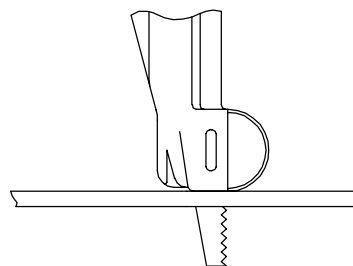

Figura 3
4. Quando cortar metal por uma das extremidades, segure a Serra como mostrado na Figura 3, mantenha o Guia da Serra firmemente contra o local a ser trabalhado para evitar vibração do metal e trepidação da lâmina. Quando fizer cortes directamente no metal, primeiro cinzele ou perfure um furo inicial.